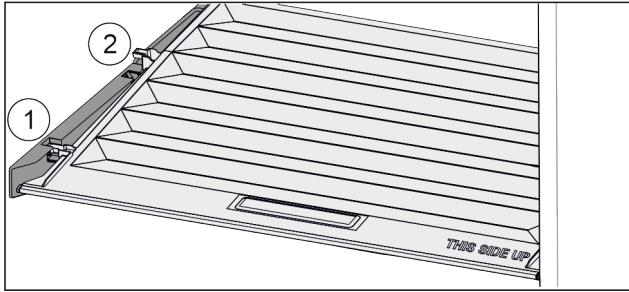

Fig. 136
- ▶ 将盖子向前拉 Fig. 136 (1)至定位件开口。
- ▶ 从下方抬起后端并向上将其移出 Fig. 136 (2)。